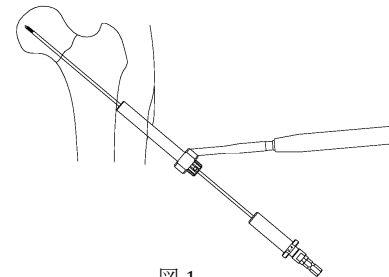

図 1
- 1) 骨折部の整復後，刺入点より近位に 20mm～30mm 程縦切し，2.4 ガイドピンの後端に 2.4 ガイドピンアダプタを装着し，TL2S リーマースリーブに組み付けた TL2S ガイドピンスリーブを介して骨頭軟骨下骨直下まで刺入します。（図 1）